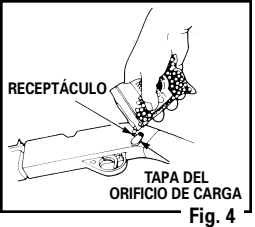

Fig. 4
- Deslice la tapa del orificio de carga hacia la parte posterior del rifle (Fig. 4).